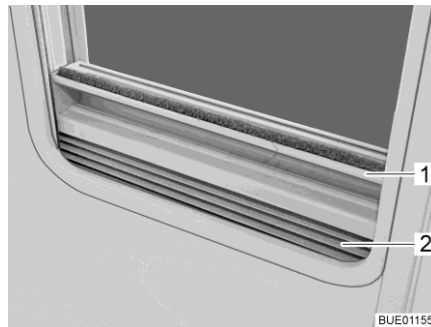

Bild 52 Plisségardin
- Stänga:** ■ Ta tag i mitten på plisségardinens (Bild 52,2) list (Bild 52,1) och drag den nerifrån och upp och släpp loss den vid önskad höjd. Plisségardinen stannar på denna höjd.